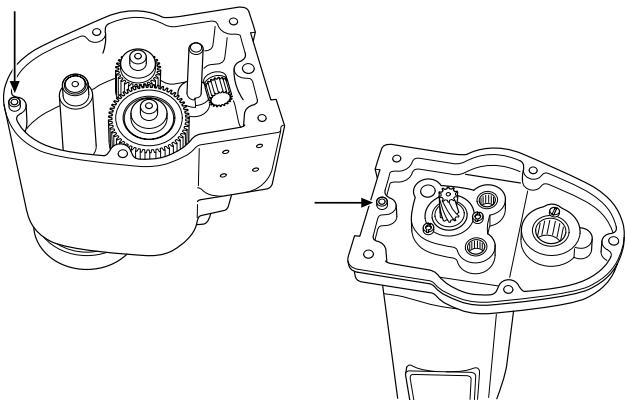

Fig. 10
6. Pour the new oil into the gearbox, about 1 litre, (top illustration in Fig. 10).
7. Reassemble the drill. Fit the guide pins on the motor and gearbox sections into the appropriate holes. (the arrows in Fig. 10).
6. Etwa 1 Liter neues Öl in das Getriebe geben (oberstes Bild in Abb. 10).
7. Das Gerät wieder zusammensetzen. Die Führungsstifte von Motorteil und Getriebe in die jeweiligen Löcher stecken (Pfeile in Abb. 10).
6. Verser l'huile neuve dans la boîte de vitesses, environ 1 litre (illustration du haut sur la fig. 10).
7. Remonter la machine. Insérer les tenons-guides du moteur et de la boîte de vitesses dans les orifices correspondants (flèches sur la fig. 10).